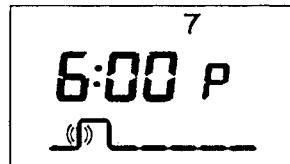
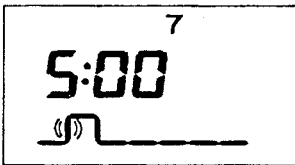

Fig. 5.8
Fig. 5.9
**Ugedag tasten 1...7** (5) trykkes ind, indtil den aktuelle ugedags nummer vises i displayet. I fig. 5.8. er det f. eks. ugedag 7 (søndag). I fig. 5.9 har man ønsket at stille starttidspunktet en time tilbage.
**Med funktionstasten -** (11) kan de stille tiden tilbage i trin af 10 min.
**Med funktionstasten +** (12) kan de stille tiden frem i trin af 10 min.